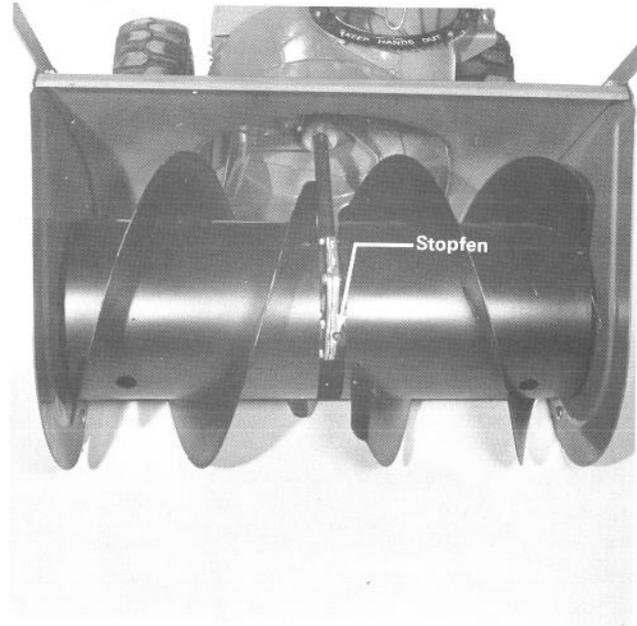

Abb. 14
2. Den Stopfen am Getriebe herausdrehen (Abb. 14) und dann den Ölstand kontrollieren. Der Ölstand muss bis zur Oberkante der Einfüllöffnung reichen.
4. Den Stopfen wieder hineinschrauben (Abb. 14).